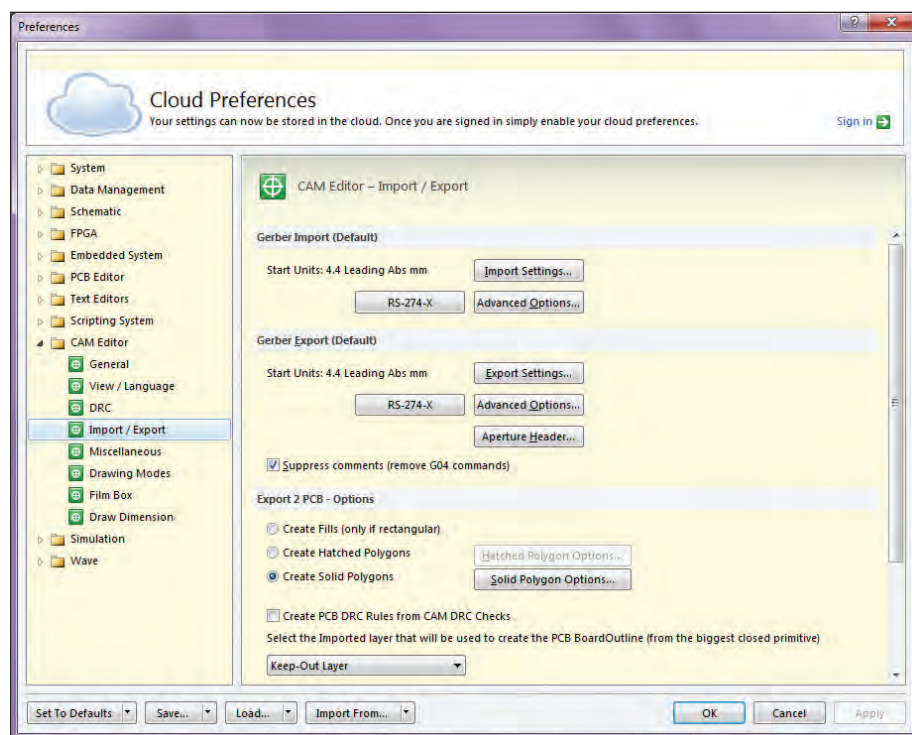
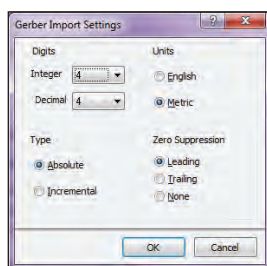
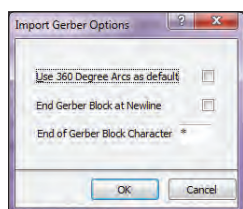

Рис. 1. Закладка Import/Export раздела CAM Editor окна системных настроек
Рис. 2. Окошко параметров координат gerber-файлов
Рис. 3. Настройка дополнительных параметров gerber-файлов
**Import/Export** (рис. 1). В поле Gerber Import (Default) задаются по умолчанию протокол и параметры координат загружаемых gerber-файлов. В строке Start Units отображается текущая настройка. Протокол переключается кнопкой RS-274-X. Параметры координат задаются в окне Gerber Import Settings (рис. 2), доступном по нажатию кнопки Import Data. По нажатию на кнопку Advanced Options откроется окно настройки дополнительных параметров Import Gerber Options (рис. 3). В этом окне галочка Use 360 Degree Arcs as default указывает, что в загружаемых файлах используются радиальные команды полного круга. Галочка End Gerber Block at Newline указывает на
Опции в поле *Loading Options* предназначены для указания параметров загружаемых файлов. При загрузке файла апертур с помощью выпадающего меню *Detect Aperture Formats (RS-274-D)* можно указать программу, в которой они были сформированы. По умолчанию выставлено значение *Auto-Detect Apertures* — автоматическое определение апертур. Кнопки *Gerber Options* и *Default Units* вызывают окна настроек дополнительных параметров (см. рис. 3) и параметров координат (см. рис. 2) gerber-файлов.
После нажатия кнопки *OK* начинается загрузка выбранной группы файлов. Если среди них имеются файлы сверления, откроется еще одно окно — *Import Drill Data* (рис. 7). Нажатие кнопки *Units* приводит к открытию окна *NC Drill Import Settings*. Это окно полностью аналогично изображенному на рис. 2 — с той лишь разницей, что его настройки указывают на параметры координат загружаемых файлов сверления. В файлах сверления не всегда присутствуют данные об используемых отверстиях, на этот случай предусмотрены опции в поле *Shape/Default Hole Size*.